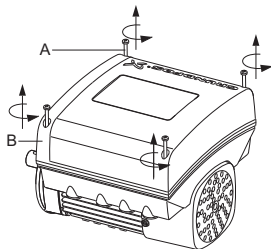

Рис. 63 Снятие крышки клеммной коробки
1. Открутите четыре винта (рис. 63, А) крышки клеммной коробки (рис. 63, В) и снимите её с клеммной коробки.
11. Установите крышку клеммной коробки (рис. 63, В) и затяните по диагонали четыре монтажных винта (рис. 63, А) с моментом затяжки 6 Нм.